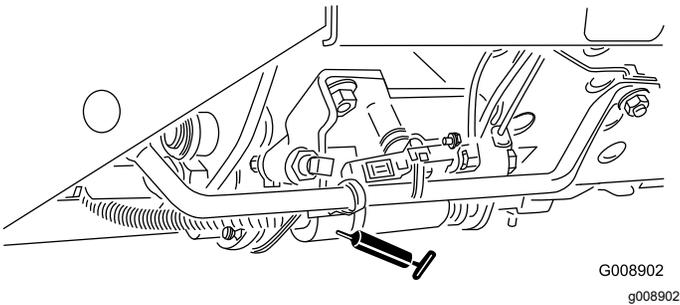

Рисунок 64
- Ползунок режима сжатия/транспортировки (Рисунок 64)